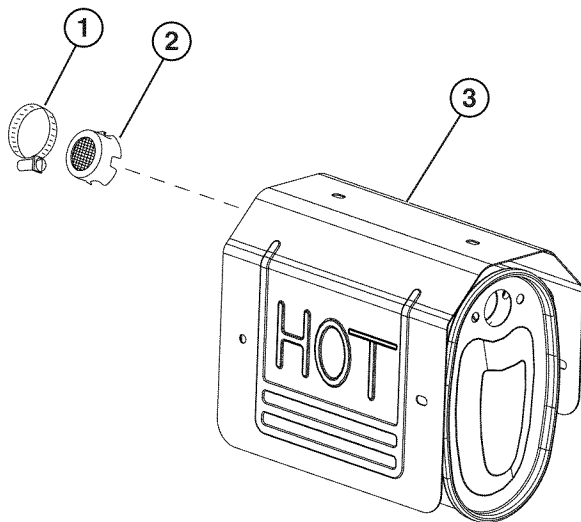

Figura 43 – Conjunto del amortiguador de chispas
3. Con un destornillador de punta plana, afloje la abrazadera de banda del amortiguador de chispas (vea la Figura 43).